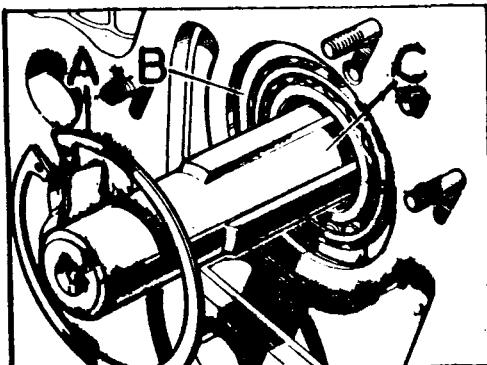

Fig. C-33 Arillo-fiador para el cojinetе delanterо
- 1.2. Extraer el arillo-retén, A (Fig. C-33) de la pista exterior del cojinete delantero.